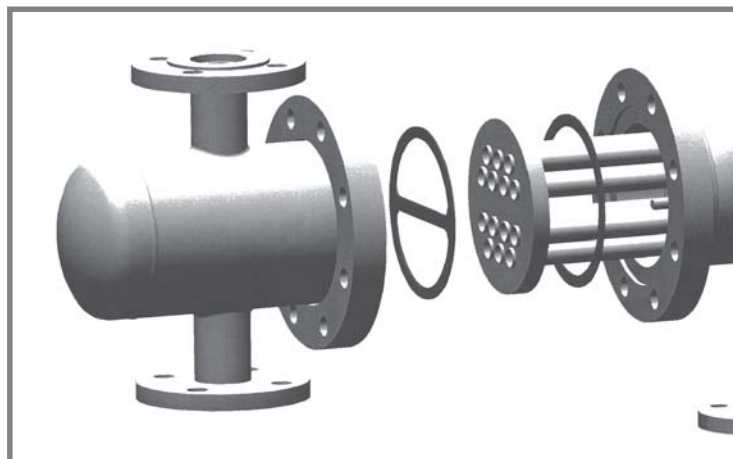

Fig. 13
4.9 Prima di reinserire il fascio nel mantello, inserire una nuova guarnizione dal retro del fascio e spostarla sul retro della piastra come indicato in fig.13. Le guarnizioni devono essere sostituite sempre, ogni volta che si allentano i tiranti.